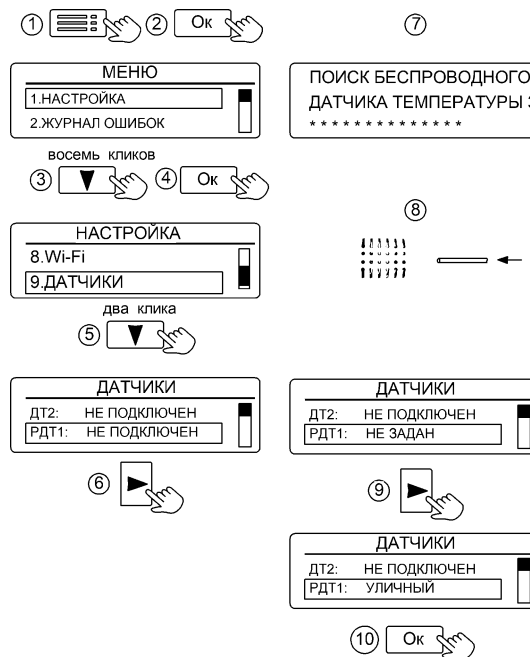

Рисунок 24. Настройка радиодатчиков
**Настройка радиодатчиков** выполняется в последовательности (рис. 24):